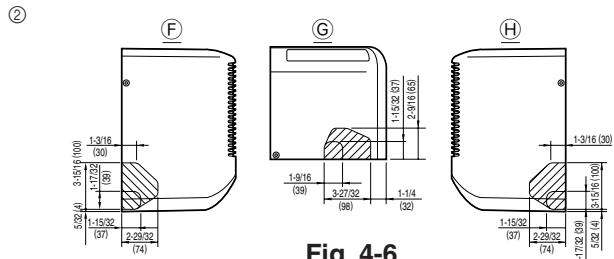

Fig. 4-6
② Determine la posición de los agujeros ciegos en la unidad (Fig. 4-6)